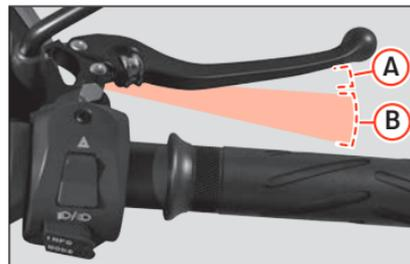

Fig. 19 Maneta del freno
- Durante el primer tramo del recorrido de la palanca del freno delantero (derecho) »» **Fig. 19 (A)**, se activa el freno regenerativo. Este sistema frena electrónicamente la rueda trasera y regenera energía a la batería
- Si continúa presionando la palanca del freno »» **Fig. 19 (B)** se activará, además, el freno mecánico de la rueda delantera. A mayor presión aumentará la potencia del frenado mecánico.